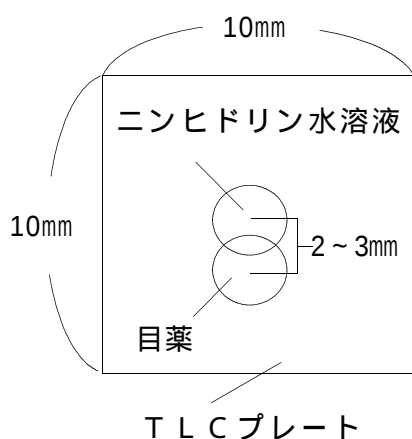

図1 TLC上でのニンヒドリン反応
- (1) 10mm×10mmに切った薄層プレート上にニンヒドリン溶液をスポットする。
- (2) 方法(1)の薄層プレート上のニンヒドリン溶液のスポットから2～3mm離れた位置に目薬をスポットする（図1）。
- (3) (2)の薄層プレートをドライヤーで加熱する。